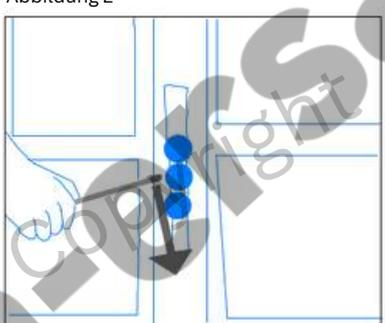

Abbildung 4
4. Danach widmen Sie sich den Klickverschlüssen, die an der Rückwand und der Oberseite angebracht sind, und öffne diese (Abbildung 4+5).